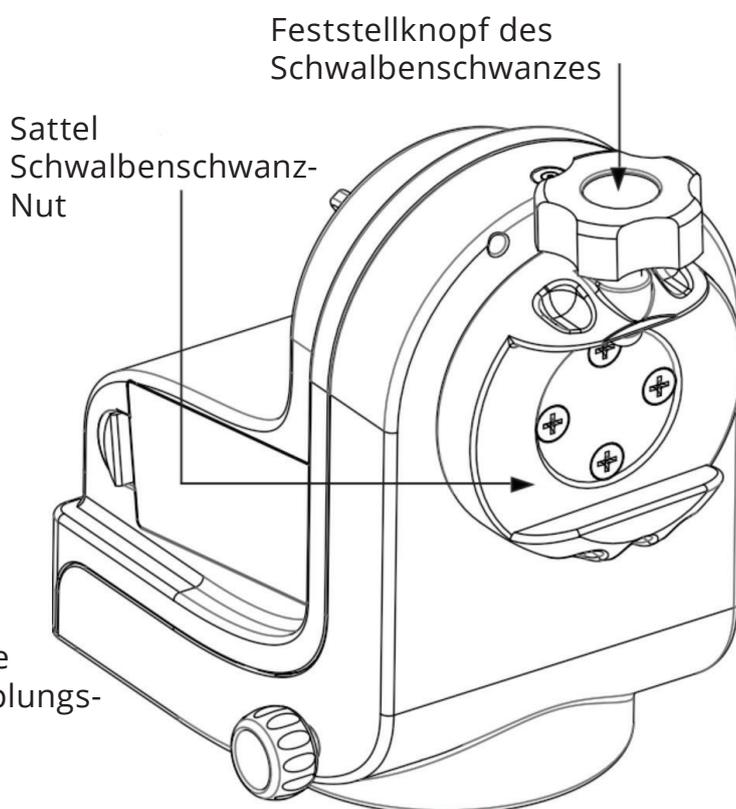

Abb. 1.3b
2. Lösen Sie den Schwalbenschwanz-Feststellknopf, bis nichts mehr die Schwalbenschwanznut im Sattel behindert (**Abb. 1.3b**).
3. Halten Sie das Teleskop waagrecht und schieben Sie die Schwalbenschwanzstange des Teleskops in die Schwalbenschwanznut des Sattels (**Abb. 1.3b**).